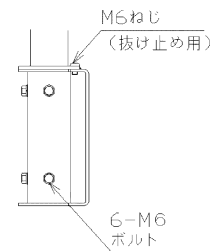

図3 回転方向固定ねじ
- ③アームに器具を取り付けてください。
- ④器具口出し線を脚の中心に通してください。
- ⑤口出し線に電源線を接続してください。
- ⑥照射方向、回転方向を調整した後、アームの電線貫通部を防水処理してください。回転方向は図3のM6ボルトおよびM6ねじを取り外して回転させてください。方向は90度ごとに回転します。